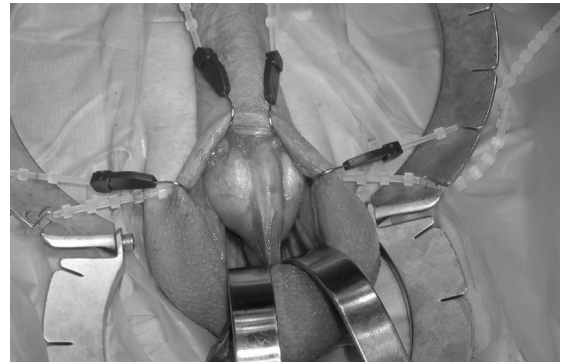

Abbildung 4-16.
5. Dieser Schritt wird auf der kontralateralen Seite wiederholt (Skrotalseptum exponiert) (**Abbildung 4-16**).